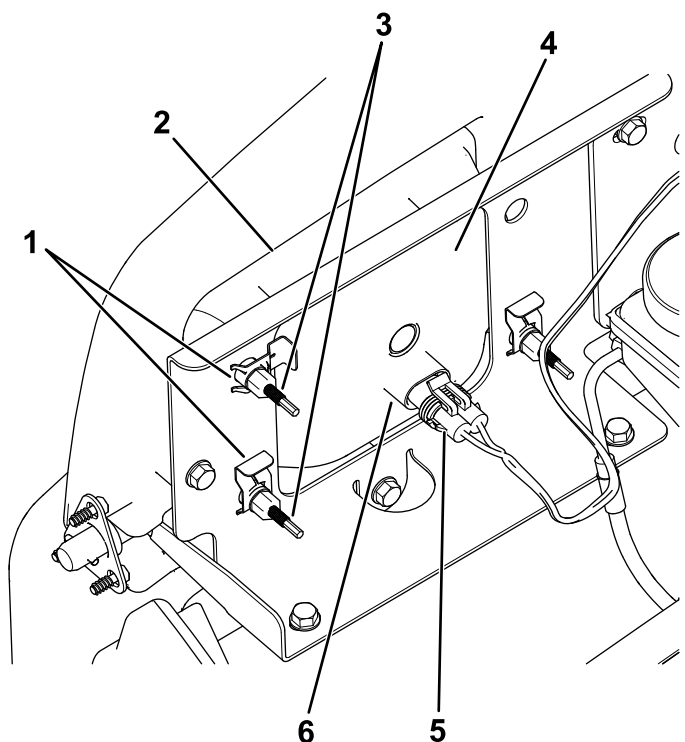

Figura 51
3. Scollegate il connettore elettrico del cablaggio dal connettore del gruppo luci (Figura 51).
4. Togliete i fermagli che tengono bloccato il faro anteriore sulla relativa staffa (Figura 51).
5. Rimuovete il gruppo faro anteriore spostandolo in avanti attraverso l'apertura nel paraurti anteriore (Figura 51).
6. Montate il nuovo faro anteriore attraverso l'apertura nel paraurti (Figura 51).
8. Collegate il connettore elettrico del cablaggio al connettore del nuovo gruppo luci (Figura 51).
5. Sul retro del gruppo faro, ruotate le viti di regolazione (Figura 51) per ruotare il gruppo faro e allineare la posizione di getto del fascio.